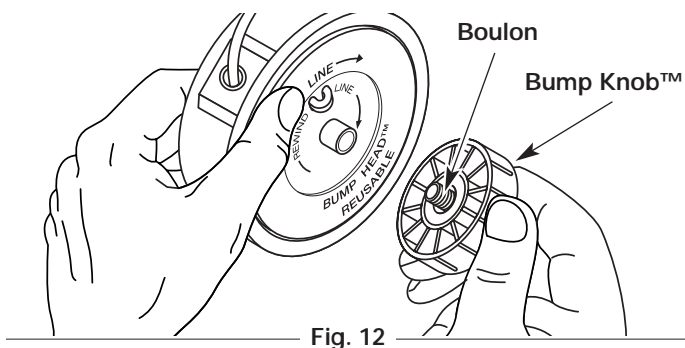

Fig. 12
1. Tenez la bobine extérieure d'une main et dévissez le bouton de butée vers la gauche (Fig. 12). Inspectez le bouton à l'intérieur du bouton de butée pour vous assurer qu'il se déplace librement. Remplacez le bouton de butée s'il est endommagé.
1. Tenez la bobine extérieure d'une main et dévissez le bouton de butée vers la gauche (Fig. 12). Inspectez le boulon à l'intérieur du bouton de butée pour vous assurer qu'il se déplace librement. Remplacez le bouton de butée s'il est endommagé.